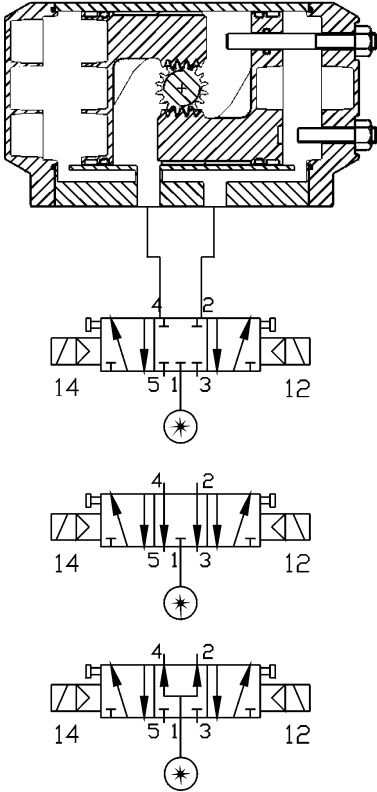

Figura 5
- **5 vie (5/3)** per attuatori a Doppio Effetto: dando un impulso alla bobina 12, l'aria va dalla Porta 1 alla Porta 2 riempiendo la cavità compresa tra i pistoni e le testate, chiudendo l'attuatore (vedi figura 5);